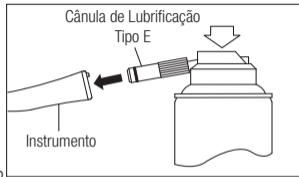

Fig. 6
- 2) Introduza a cânula de lubrificação na parte posterior do instrumento. Segure o instrumento e lubrifique durante aproximadamente 2 a 3 segundos. Aplique lubrificante até sair pela cabeça do instrumento durante pelo menos 2 segundos. (Fig.6)
- 3) Lubrifique o instrumento com NSK PANA SPRAY Plus / PANA SPRAY (Fig. 6) ou com um sistema de limpeza e lubrificação de instrumento automático.